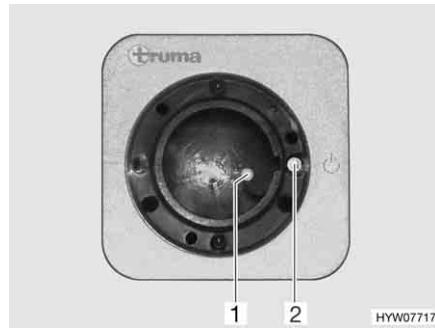
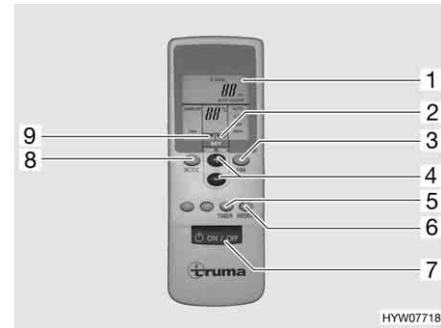

Fig. 98 Ricevitore
Fig. 99 Telecomando
- Accendere il telecomando con l'interruttore (Fig. 99,7). La spia verde di controllo (Fig. 98,1) indica la modalità di raffreddamento.
- Impostare la modalità di funzionamento desiderata con il tasto (Fig. 99,8).
- In caso di necessità, impostare con i tasti (Fig. 99,3 e 4) la potenza della ventola desiderata e la temperatura dell'ambiente. La freccia (Fig. 99,9) indica la modalità di regolazione selezionata.
- ▷ Sul ricevitore si trova un ulteriore interruttore a tasto (Fig. 98,2) con il quale è possibile spegnere e accendere l'impianto di climatizzazione anche senza il telecomando. Quando l'impianto di climatizzazione viene acceso mediante questo interruttore a tasto, viene selezionata automaticamente l'ultima modalità di funzionamento impostata con il telecomando.
- Per spegnere, premere nuovamente il tasto (Fig. 99,7) al telecomando.
- Per programmare l'impianto di climatizzazione, accendere con il tasto (Fig. 99,7) sul telecomando.
- Con i tasti (Fig. 99,8, 3 e 4), impostare la modalità di funzionamento e la temperatura dell'ambiente desiderate.
- Selezionare la funzione desiderata (Fig. 99,1) con il tasto (Fig. 99,5):
- Selezionare il tempo di commutazione desiderato (da 1 a 15 ore) con il tasto (Fig. 99,4). La freccia (Fig. 99,2) lampeggi e indica la modalità di regolazione.
- ▷ Con il tasto (Fig. 99,6) le impostazioni del telecomando vengono ripetutamente inviate al ricevitore.